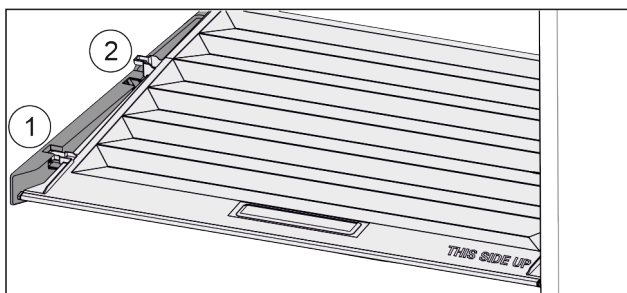

Fig. 33
- ▶ Pokrywę pociągnąć do przodu Fig. 33 (1), aż otworzy się w elementach trzymających.
- ▶ Podnieść tył od dołu i wyjąć Fig. 33 (2) go do góry.